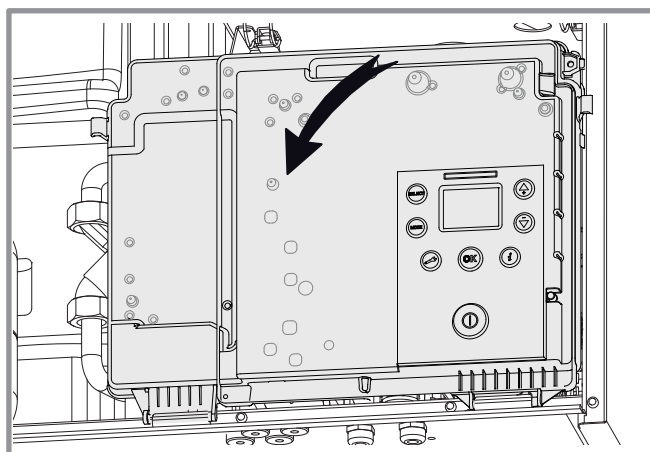

figure 31 - Basculement du coffret électrique
- Pivoter le coffret électrique (figure 31),
- Débrancher le tube d'évacuation des condensats (1).